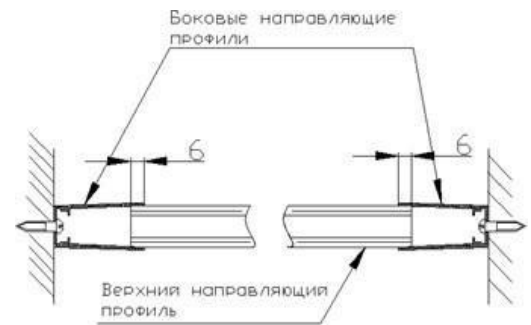

Рис.12.
- Боковые и верхний направляющие профили с помощью шурупов необходимо закрепить к откосам, так, как показано на Рис.12,